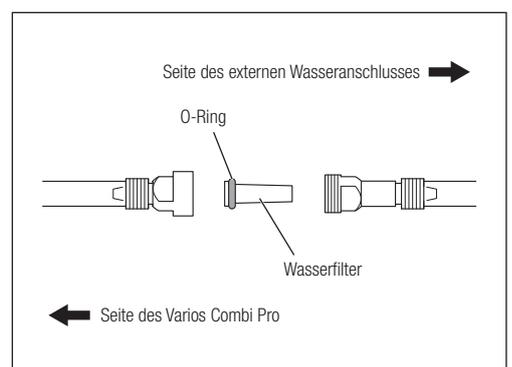

Abb. 58
- 5) Platzieren Sie den neuen Wasserfilter mit dem O-Ring neben den Varios Combi Pro und montieren Sie ihn, indem Sie die Demontageschritte in umgekehrter Reihenfolge ausführen (Abb. 58).